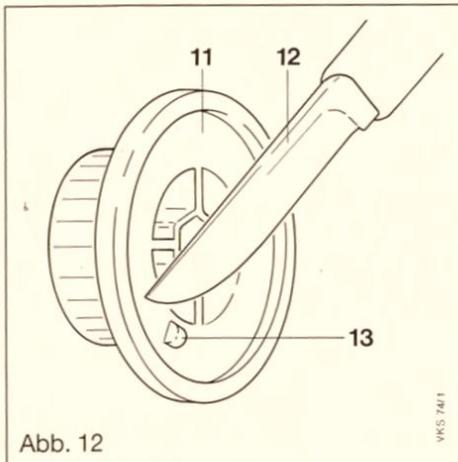

Abb. 12
- Drehknopf (11) des Kesseltemperaturreglers abnehmen (Abb. 12).
- Anschlagnocken (13) am Drehknopf (11) mit geeignetem Werkzeug (12) entfernen.
- Drehknopf (11) am Kesseltemperaturregler wieder anbringen.